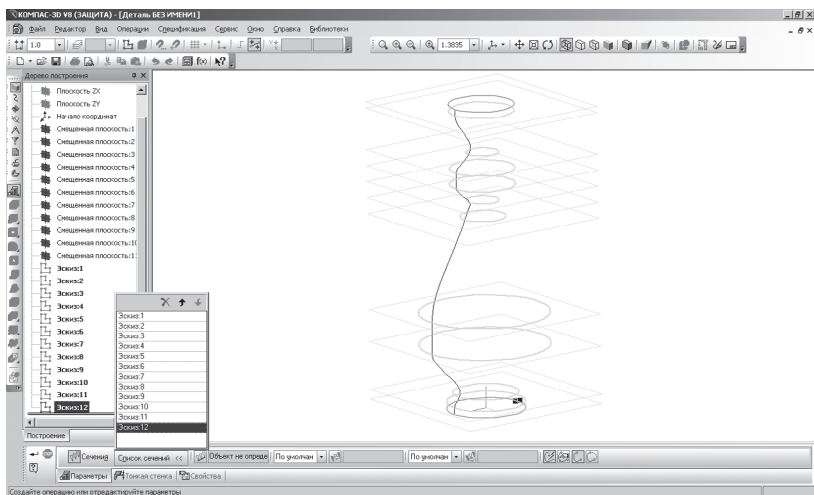

Рис. 261
- на панели **Свойств** активизируйте переключатель **Сечения** и последовательно укажите их в Дереве построения щелчком ЛКМ. Перечень эскизов в порядке их указания появляется в окне **Список сечений**. В этом же порядке сечения будут соединены при построении элемента (рис. 261);